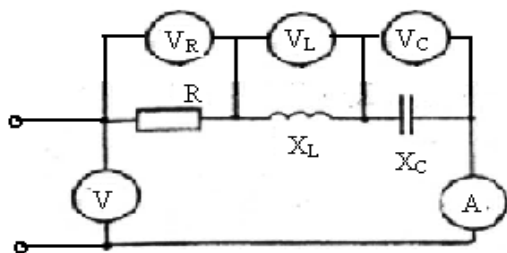

Рисунок 26 – Электрическая схема
**Задача 2.3** На рис. 26 приведена схема электрической цепи переменного синусоидального тока с последовательным соединением активного  $R$ , индуктивного  $X_L$  и емкостного  $X_C$  сопротивлений. Известны эти сопротивления и полная  $S$  мощность цепи.